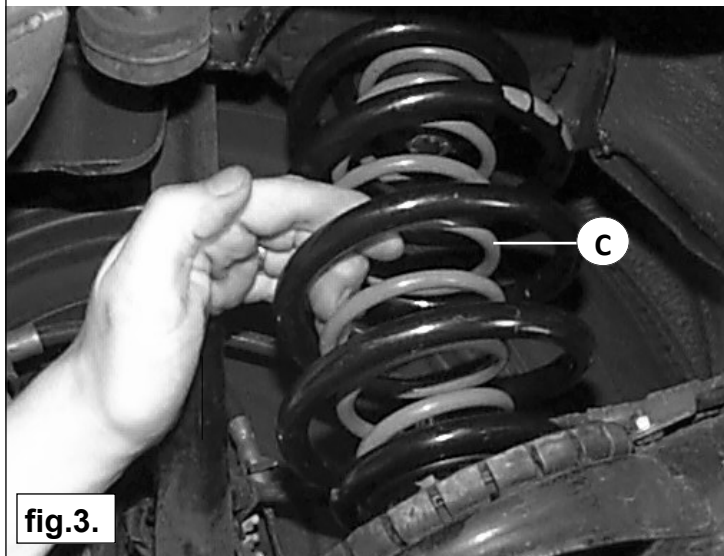

fig.3.
12. Ziehen Sie die Niveaufeder **C** zum Heck des Fahrzeugs, bis der Federteller **B** in der Öffnung des Tragarms zentriert sitzt. (Siehe Abb. 3 & 4)
12. Tirer le ressort de renfort **C** légèrement à l' arrière pour centrer l' attache ressort du **B** dans le bras de la suspension. Voir fig. 3 et 4.